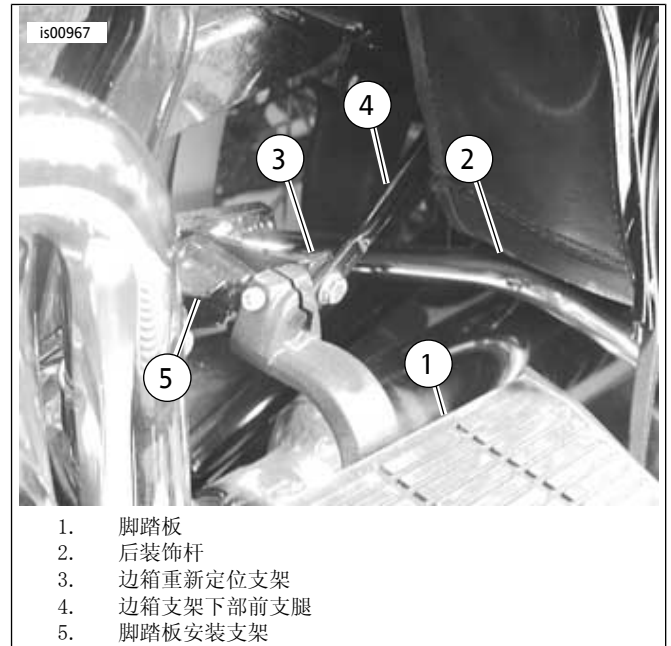
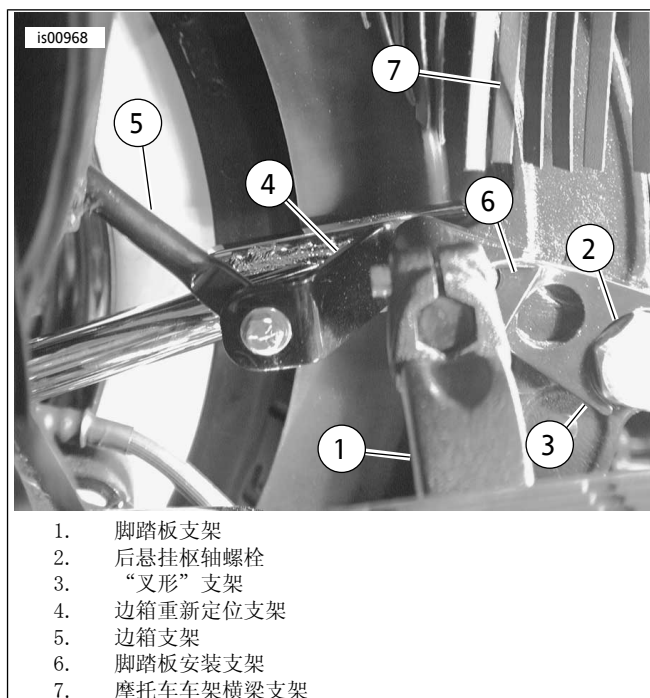

图2。安装边箱重新定位支架
图3。安装脚踏板
- 参见图2。将套件中边箱重新定位支架的3/8英寸直径圆孔端安装至摩托车车架横梁内表面乘客脚踏(或乘客脚踏板底架)连接点处。如果安装装饰杆，将装饰杆底部凸缘定位至重新定位支架内表面。
- 对于具有乘客脚踏和边箱重新定位支架的车型，参见图2。对于具有乘客脚踏和工具箱的车型：对于带有乘客脚踏板套件(50602-00)的车型，参见图3。